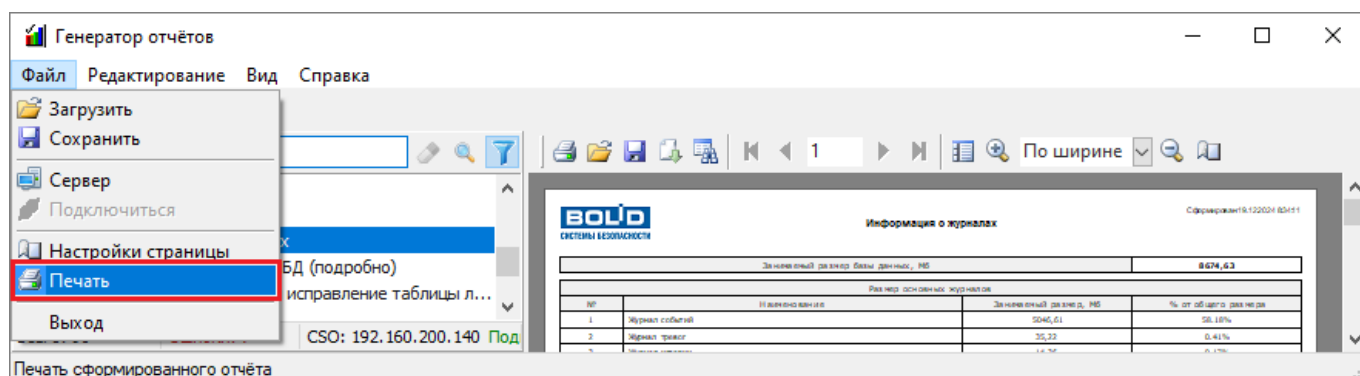

Рисунок 11-334 Печать отчета через меню "Файл"
- выберите в меню «Файл» (см. п. 11.5.1.1) пункт « Печать» (см. Рисунок 11-334);